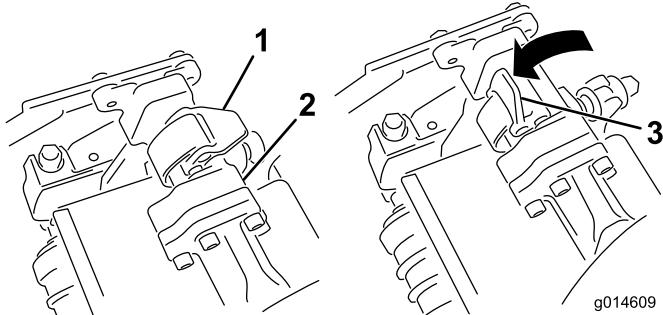
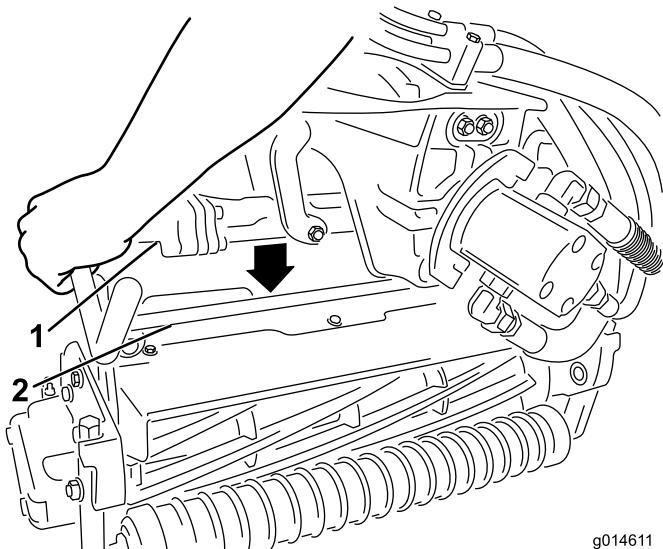

Рисунок 33
Рисунок 34
- Когда защелки на штанге рычага подвески направлены вверх (т.е. открыты) (Рисунок 33), нажмите на рычаг подвески так, чтобы штанга села на поперечный стержень наверху режущего блока (Рисунок 34).
- Поверните защелки вниз и вокруг стержня режущего блока и заблокируйте их (Рисунок 33).
4. Откройте защелки на штанге рычага подвески режущего блока, который вы хотите снять (Рисунок 33).